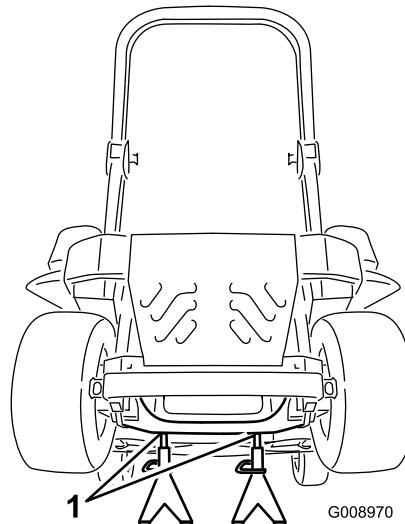

Figura 102
3. Levante la máquina y apóyela sobre gatos fijos (Figura 102).
- 9. Retire los gatos fijos y baje la máquina (Figura 102).